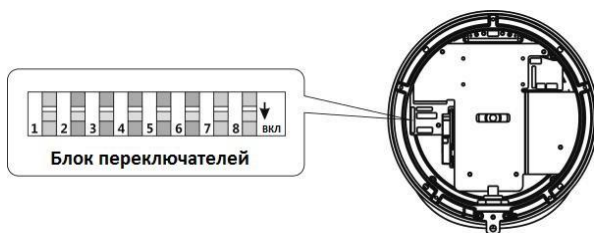

Рисунок 10. Блок переключателей
- микропереключателями, располагающимися на главной плате, внутри камеры (рис.10).